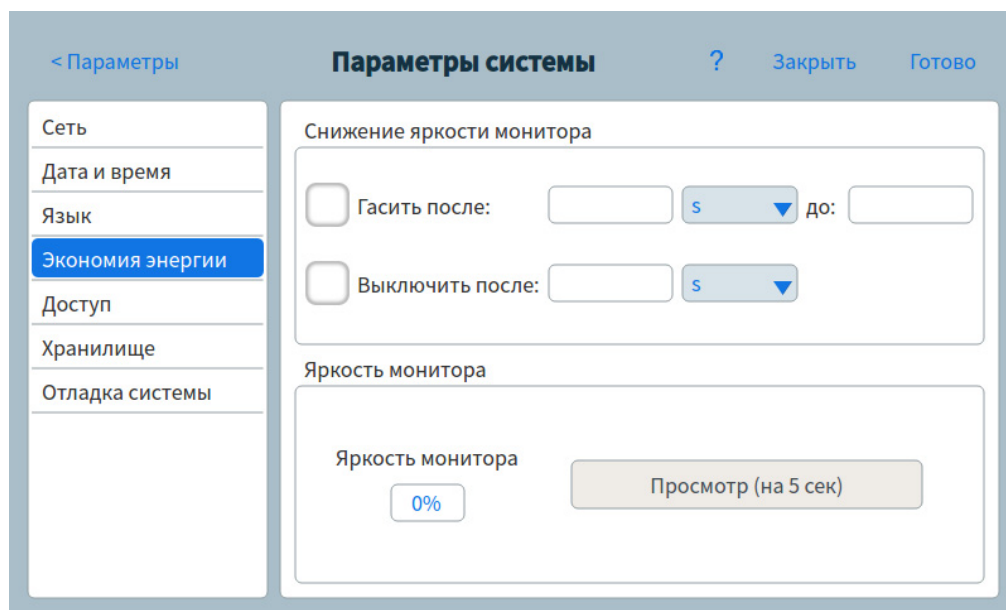

Рис. 44 Страница энергосбережения
- 1 На странице системных параметров нажмите кнопку выбора страницы **Экономия энергии**. Появится страница экономия энергии. См. Рис. 44.